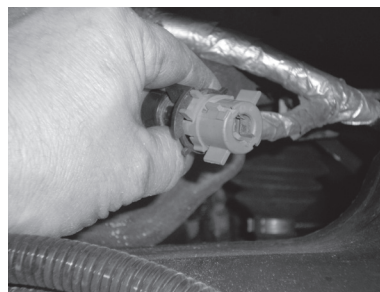

FIG. 1
3. (FIG. 1) Déconnecter le connecteur électrique du haut ou de l'extrémité de tige en faisant tourner la portion grise dans le sens contraire des aiguilles d'une montre de la portion noire. Ceci débloque le connecteur de la tige et pourra le tirer droit vers le haut pour le retirer.